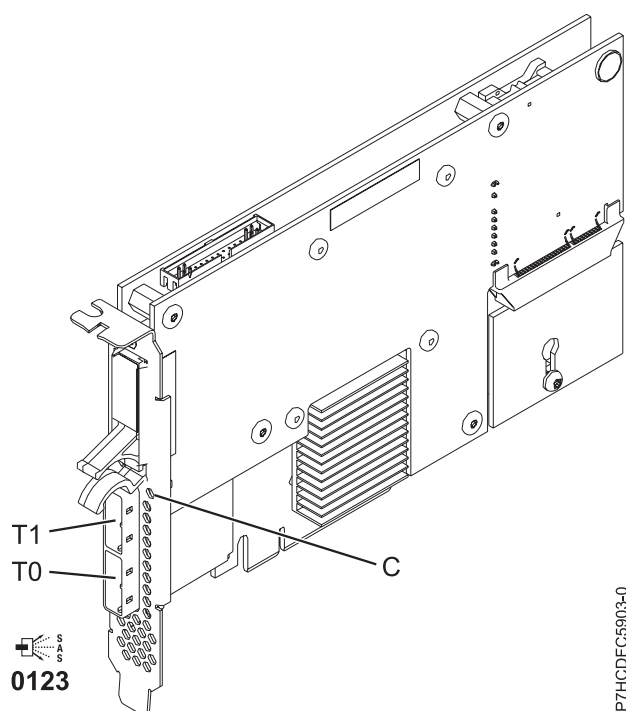

Figura 37. Adaptador RAID SAS de 3 Gb x4 - PCIe dual
O 5903 ou 5805 contém um LED ((C) em Figura 37 na página 106) que pisca se os dados de cache estão presentes. O LED de dados em cache presente pisca quando há dados possíveis no cache no adaptador. Se o LED de dados em cache presentes está piscando, não substitua o pacote de baterias de cache. Se for substituído quando o LED estiver piscando, os dados do cache serão perdidos. Consulte Figura 37 na página 106 para localizar o LED de dados em cache presentes nesse adaptador.